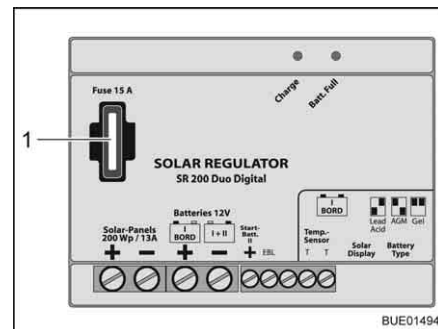

Fig. 188 Fusible del regulador de carga solar 200 W
- Cambiar el fusible plano 15 A/azul (Fig. 188,1).